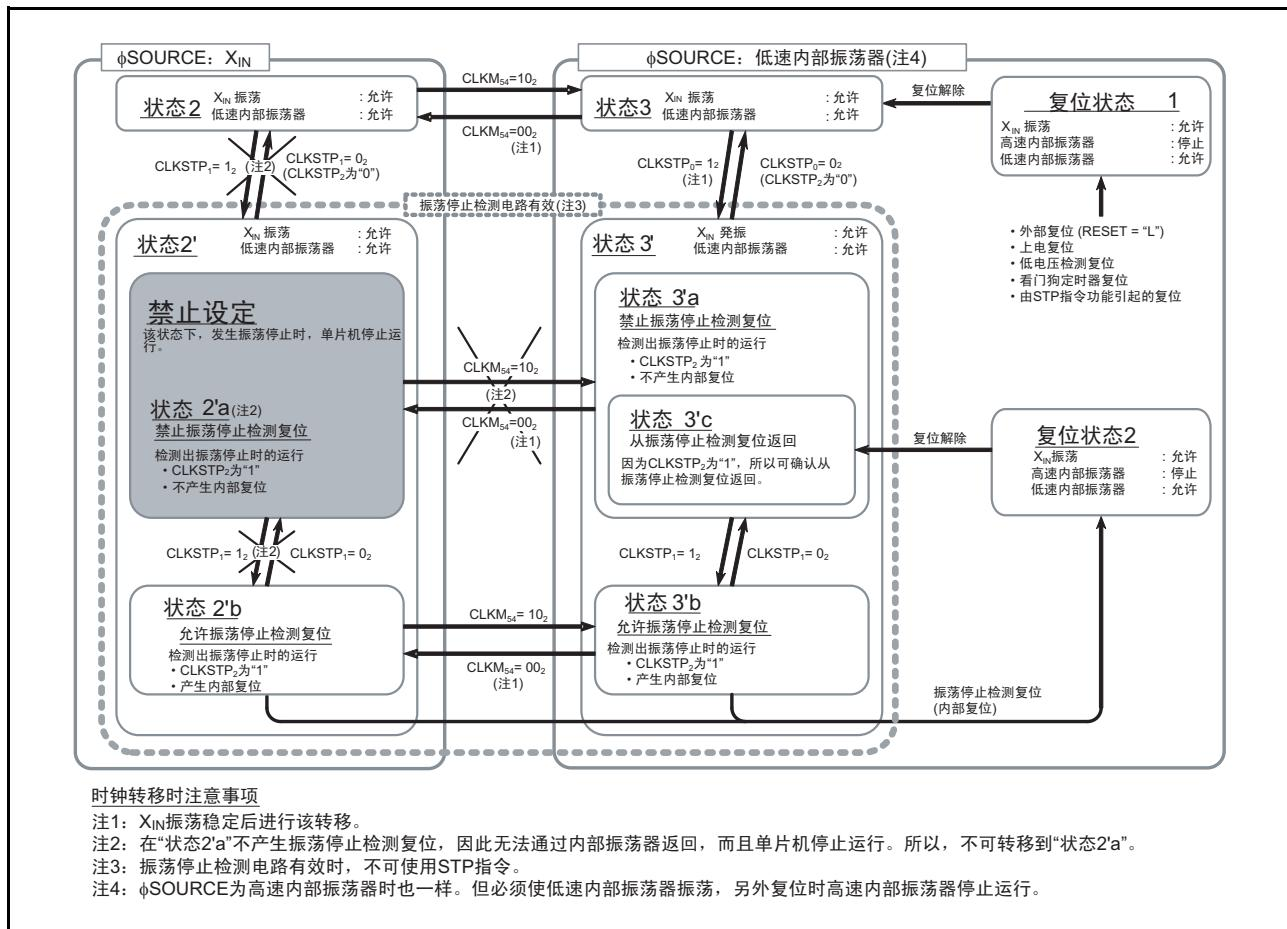

图 69 振荡停止检测电路的状态转移图
- 由于在“图 69 振荡停止检测电路的状态转移图”所记载的“状态2’ a”，即使在 XIN 的振荡停止时，也不产生复位，由于单片机停止运行，因此不可转移道“状态2’ a”。